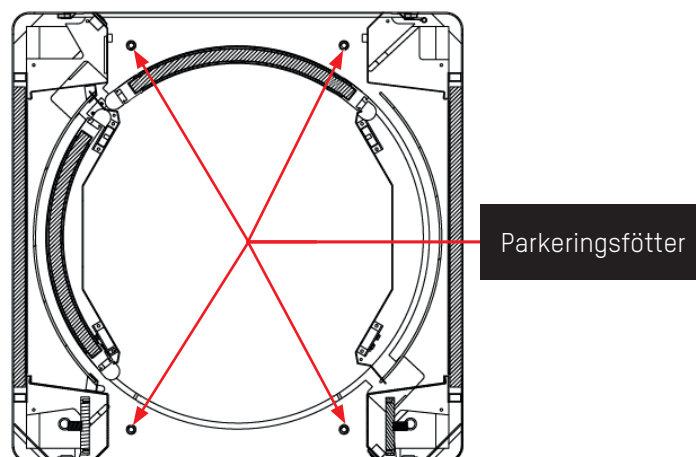

Fig. 19 - Parkeringsfötter
2. Befria montern från det yttre förpackningsskyddet först efter positioneringen. Stabilisera slussen mot golvet så att den inte rör sig, med hjälp av parkeringsfötterna (1-2-3-4) som är placerade under de fyra kåporna på gummigolvet (⇒ Fig. 19). Stabiliteten är absolut nödvändig för att montern skall fungera väl.